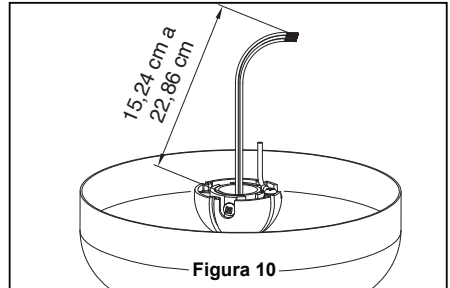

Figura 10
10. Corte el exceso de cable aproximadamente de 15 a 23 cm (6 a 9 pulgadas) por encima de la parte superior del barral. Pele 1,2 cm (1/2") del aislamiento en cada extremo del cable. (Figura 10)